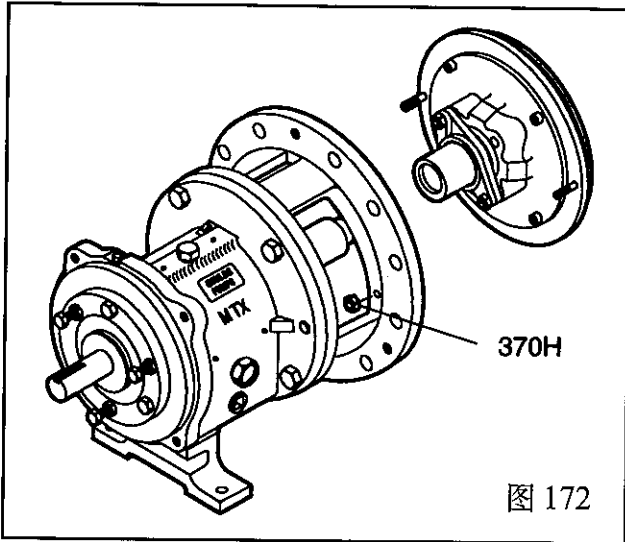

图 172
8. 装上动力密封组件, 拧上螺母(370H)。(图 172)